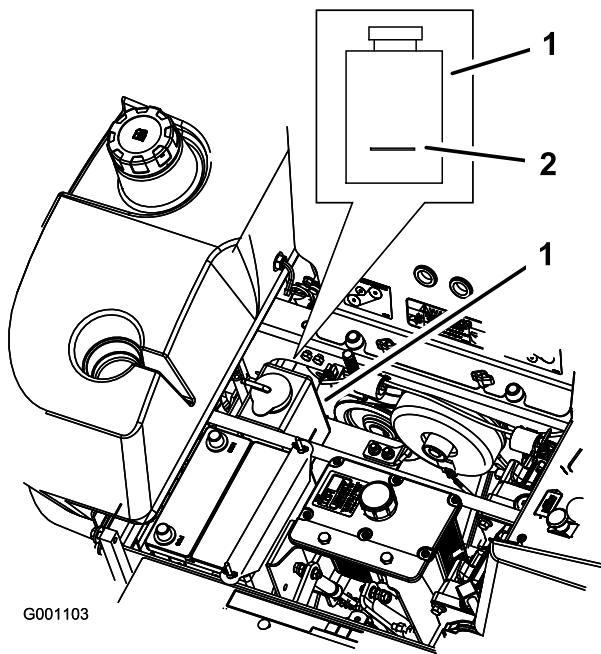

Figura 52
3. Con el motor frío, compruebe el nivel del depósito de expansión. El nivel de líquido debe llegar a la línea en relieve en el exterior del depósito de expansión (Figura 52).
4. Si el nivel de refrigerante es bajo, añada una mezcla al 50% de anticongelante de larga vida/Dex-Cool® y agua al depósito de expansión (Figura 52).
5. Añada la mezcla al 50% de refrigerante al depósito de expansión y llénelo hasta la línea marcada en el depósito (Figura 52).